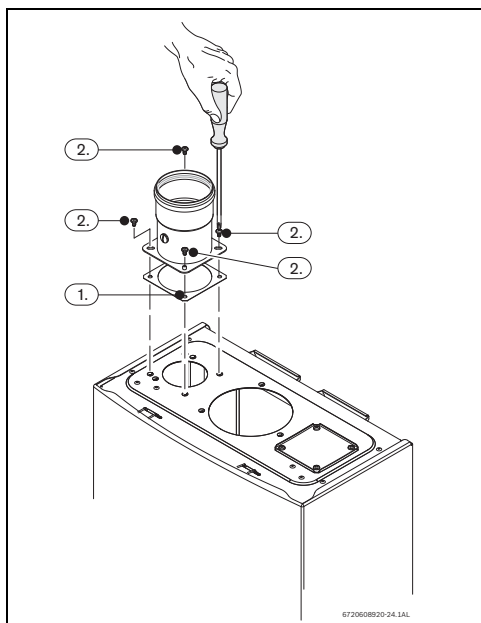

Fig. 27
- Colocar el sello entre el aparato y el accesorio, consultar la Fig. 27 , pos. 1.
- Apretar los 4 tornillos del accesorio de admisión de aire, consultar la Fig. 27 , pos. 2.